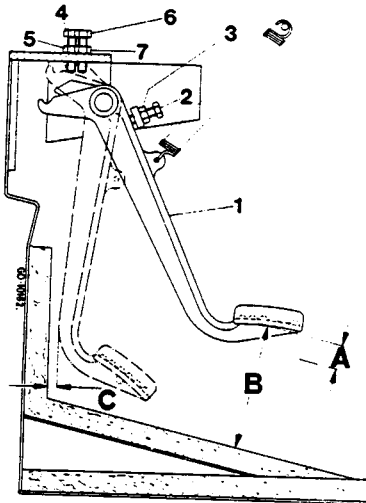

Figure 91
Vérifiez la distance au plancher (B) Fig. 91. Desserrez si nécessaire le contre-écrou et réglez au niveau de la vis de butée (2). Serrez le contre-écrou.
Lorsque le tracteur est complètement embrayé, la pédale d'embrayage doit avoir une garde de 25 à 30 mm (A) Fig. 91. Au fur et à mesure de l'usure des garnitures, cette garde diminue. Un réglage de l'embrayage doit être effectué dès que cette garde n'atteint plus que 10mm. Pour ce faire procédez de la façon suivante :
NOTE : Pour permettre le verrouillage correct du levier il doit y avoir un écart de 2 à 3mm entre l'arrêt et le verrou lorsque le levier est tiré à fond jusqu'à sa butée. Desserrez le contre-écrou (7) Fig. 91 s'il y a lieu, et réglez la vis de butée (6).